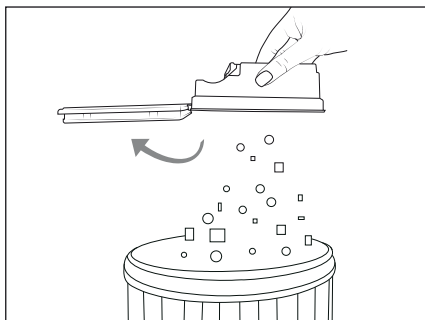

Fig. 8
- 3) Goliți conținutul recipientului de praf 12 într-un recipient pentru deșeuri (a se vedea fig. 8).